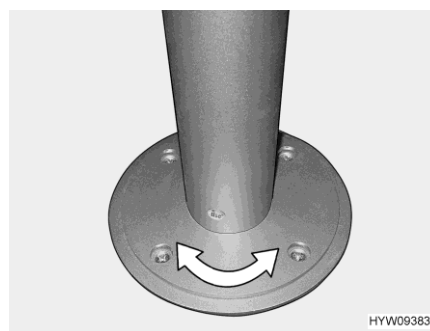

Bild 107 Pelar-bordsben (vridbart) (beroende av modell)
- Vrid bordsskivan till önskad position. Detta kräver en viss kraftansträngning eftersom bordsskivan vrids mot friktionsmotståndet på pelar-bordsbenet (Bild 107).